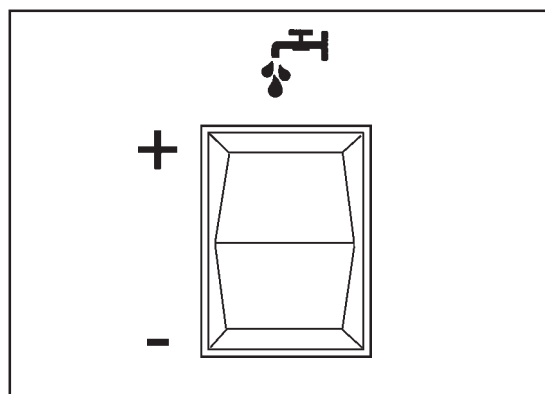
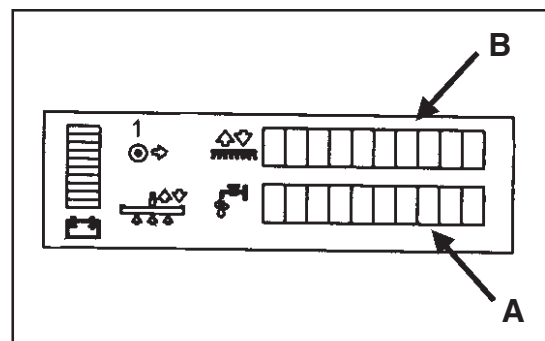
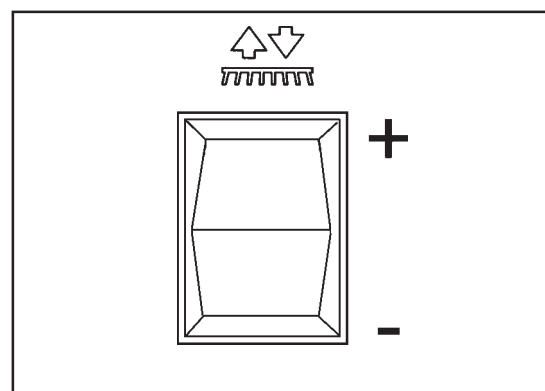

Figura 25
Figura 26
Figura 27
La solución se usa para aflojar y quitar la suciedad del piso. La cantidad de solución que se aplica se puede ajustar en cinco niveles diferentes para que se adapte a muchas condiciones de pisos diferentes. Estos niveles diferentes aparecen en la pantalla de cristal líquido ubicada en el frente de la máquina. Para ajustar la cantidad de solución a aplicar, use el Interruptor del flujo de solución (figura 25). **NOTA: Existen cinco configuraciones diferentes en la pantalla. Consulte la figura 26, A.**
1. Oprima el lado “+” del interruptor (figura 25).
1. Oprima el lado “-” del interruptor (figura 25).
Los cepillos se usan para agitar la solución, lo cual mejora el proceso de limpieza. La presión de cepillo que se aplica se puede ajustar en cinco niveles diferentes para que se adapte a muchas condiciones de pisos diferentes. Estos niveles diferentes aparecen en la pantalla de cristal líquido ubicada en el frente de la máquina (figura 26, B). Para ajustar la cantidad de presión de cepillo, use el Interruptor arriba/ abajo del cepillo (figura 27).
1. Presione el lado “+” del interruptor (figura 27).
1. Presione el lado “-” del interruptor (figura 27).